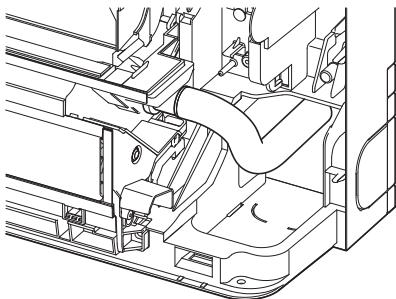

Fig. 5-4
- Voer de afvoerslang helemaal in tot aan de onderkant van het afvoerreservoir. (Fig. 5-4)